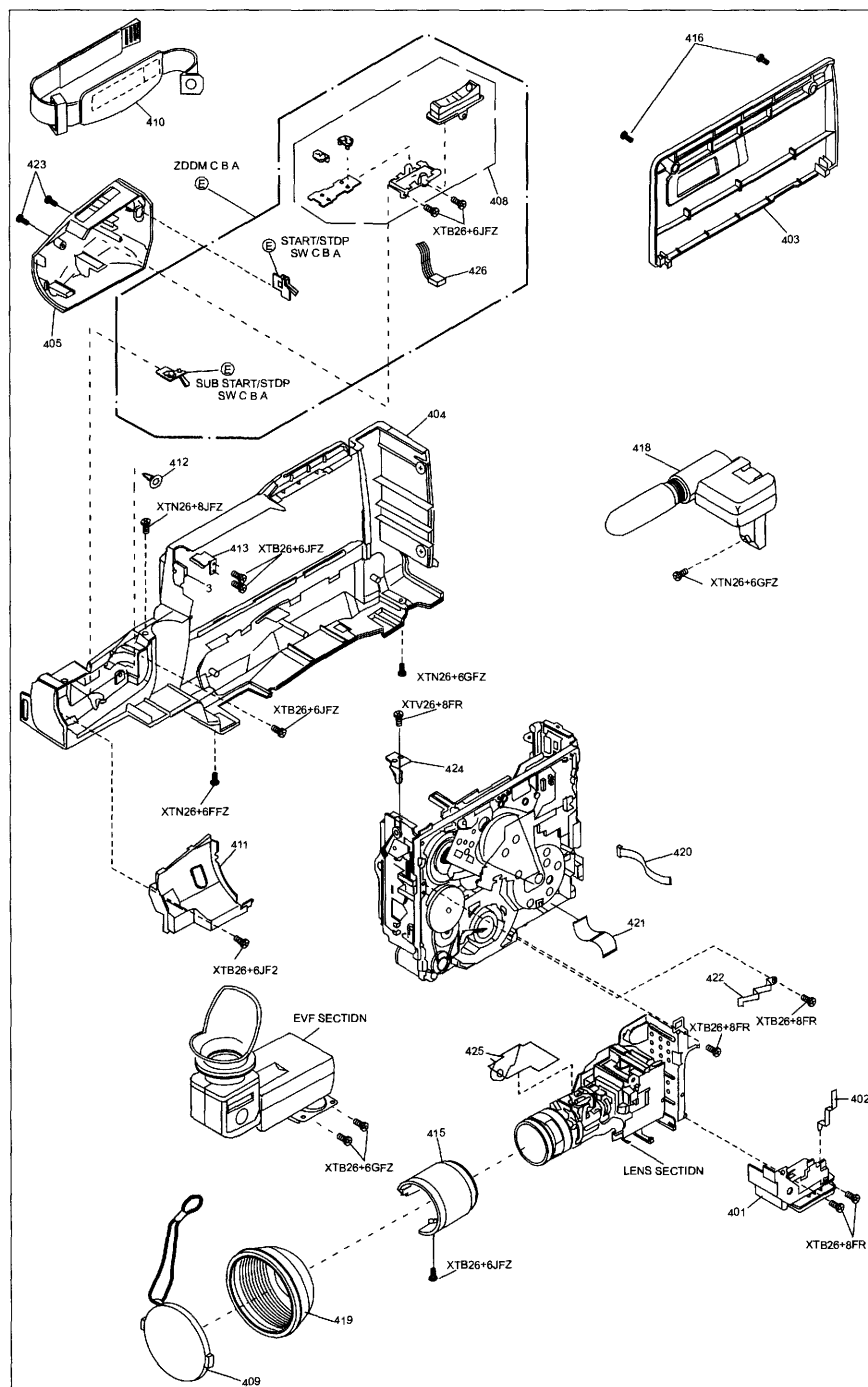
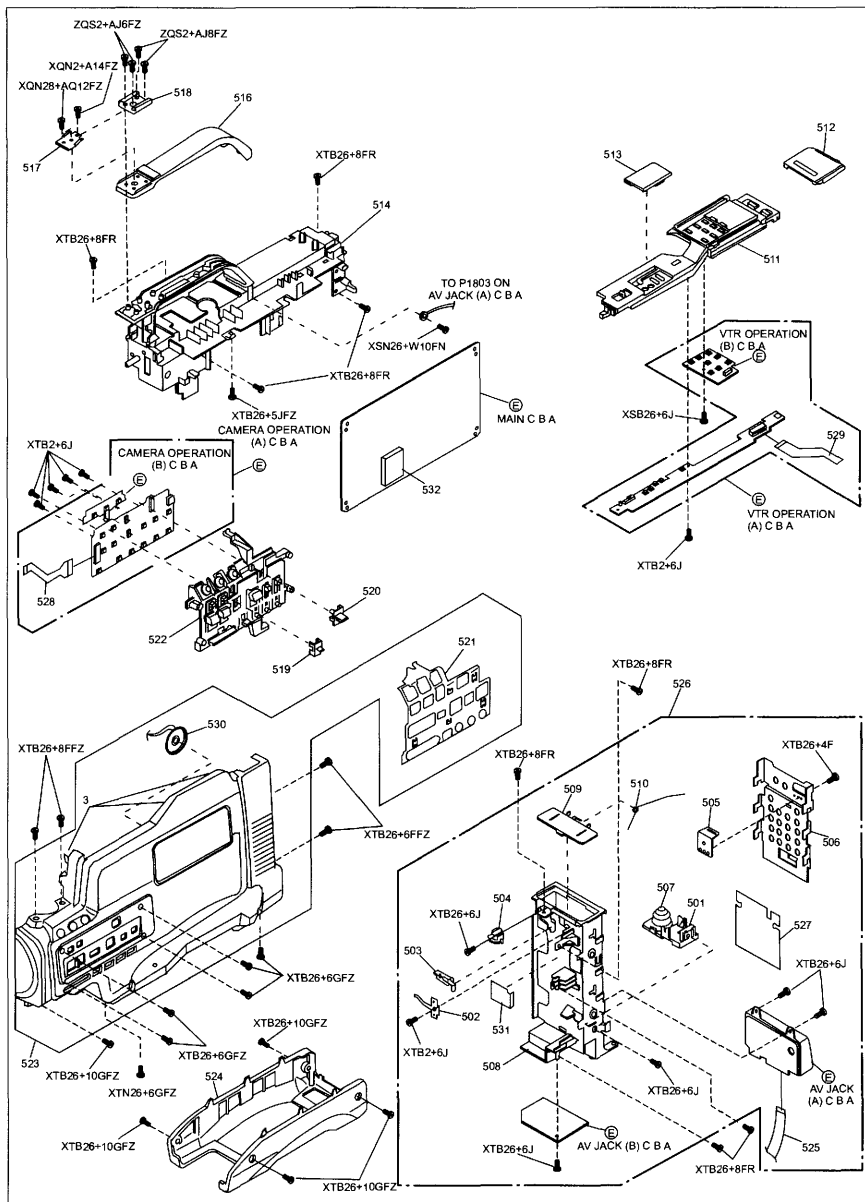

Рис. 1. Сборочный чертеж корпуса видеокамер «Panasonic NV-MS4E/B/A, M9000EN/MC» (вид справа)
Рис. 2. Сборочный чертеж корпуса видеокамер «Panasonic NV-MS4E/В/А, М9000ЕН/МС» (вид слева)
Эти и подобные им видеокамеры продолжают эксплуатироваться по сей день как в небольших телекомпаниях, так и у частных лиц. Получить новые детали для замены сломанных, потерянных или изношенных можно через сервисные центры PANASONIC, однако при этом необходимо знать их номера по спецификации, а также иметь представление о возможности их получения (многие отдельно не поставляются, а только в составе тех или иных узлов). На рис. 1, 2 приведены сборочные чертежи корпуса видеокамер (FRAME & CASING PART SECTION). На рис. 1 показан вид справа (вид со стороны объектива), номера позиций деталей обозначаются цифрами 4xx, на рис. 2 показан вид слева, номера позиций обозначаются цифрами 5xx.
На рисунках показаны и узлы, имеющие собственные сборочные чертежи и спецификации: лентопротяжный механизм, блок видоискателя, камерная часть. Элементы без номеров с обозначением Е в «кружочке» входят в состав электронной «начинки», их Part No следует искать в перечнях электрических деталей (ELECTRICAL PERLACEMENT PARTS LIST). В табл. 1 приведен перечень деталей и узлов, показанных на рис. 1 и 2.
- снимают наплечник 525 (рис. 2), для чего вывинчивают 4 винта-самореза;
- снимают микрофонный блок 418 (рис. 1), кроме винта, показанного на рисунке;
- для снятия правой крышки корпуса 523 (рис. 2) удаляют все винты, показанные на рисунке (всего 11 шт.), освобождают защелки в